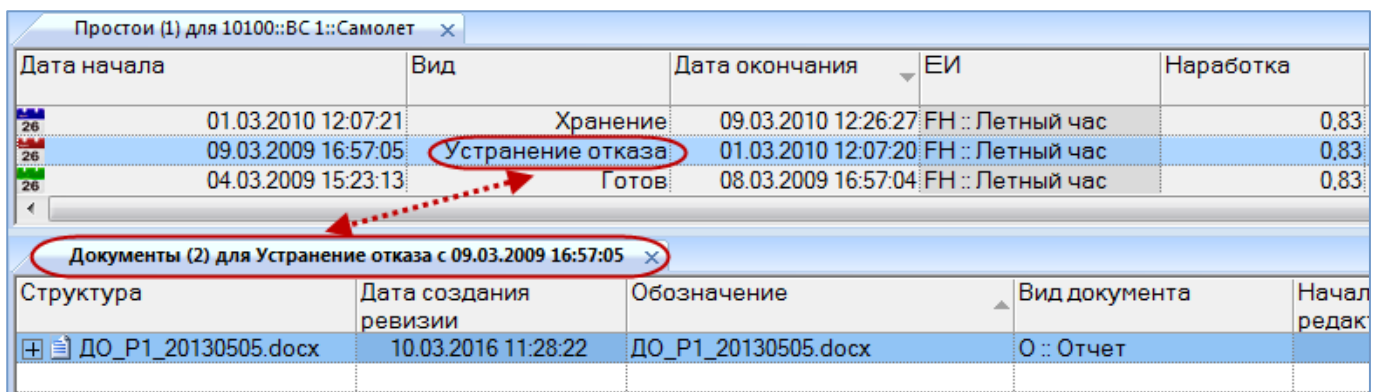

Рис. 13-366 – Документ для состояния в окне связанных объектов «Документы»
5) Связь между выбранным состоянием и документом отображается в окне связанных объектов «Документы» для этого состояния (рис. 13-366).